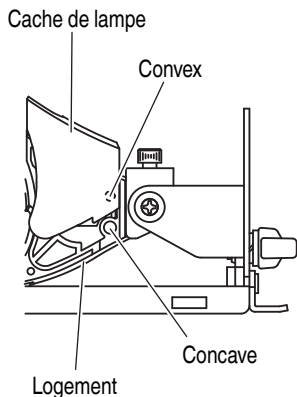

Fig. 18 <Vue latérale>
- (1) Retirer la section convexe du couvercle de la lampe de la section concave du logement, puis sortir le couvercle de lampe en tirant dessus dans le sens de la flèche, comme indiqué à la Fig. 18.